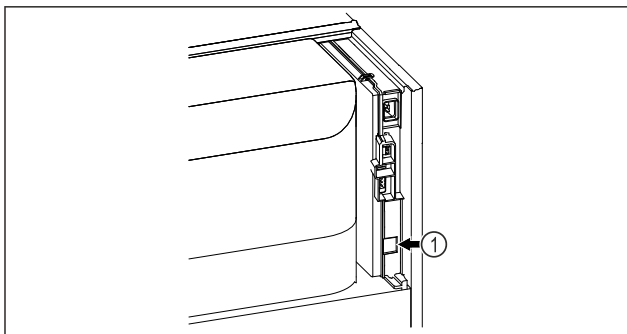

Fig. 88
- ❑ Το SmartModule Fig. 88 (1) είναι τοποθετημένο.